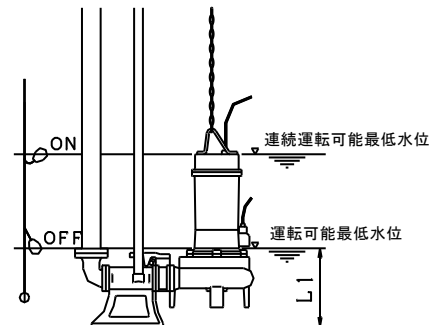

図 4
- 6) 吸込ノズル無しのポンプは図 4 のように自動運転装置を設け水位設定してください。L1 寸法は外形寸法図に明示してあります。